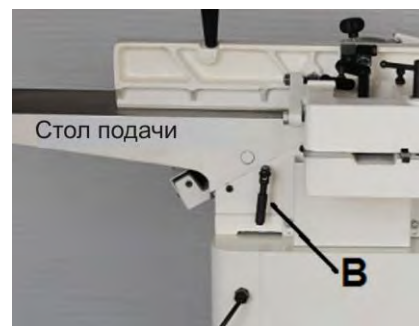
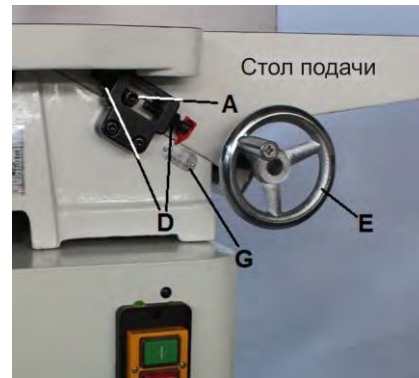

Рис. 30
Рис. 31
Ограничитель глубины стола подачи (А, Рис. 31) ограничивает глубину реза (задается с помощью маховика стола подачи) до максимальной глубины 3 мм. Для обычных операций эта глубина не должна превышать 3 мм, за исключением операции фальцевания.
Чтобы отрегулировать высоту стола подачи, ослабьте фиксатор стола подачи (В, Рис. 30) и стопорную гайку (D, Рис. 31), отрегулируйте положение маховика стола подачи, затем затяните фиксатор (В, Рис. 30)
и стопорную гайку (D, Рис. 31) чтобы сохранить настройки.
Глубина реза может быть задана непосредственно со шкалы глубины, расположенной на передней части станка. (D, см. Рис. 31).
**Примечание:** Шкала глубины (D, Рис. 31) может быть откалибрована или «обнулена», если показывает неверное значение.